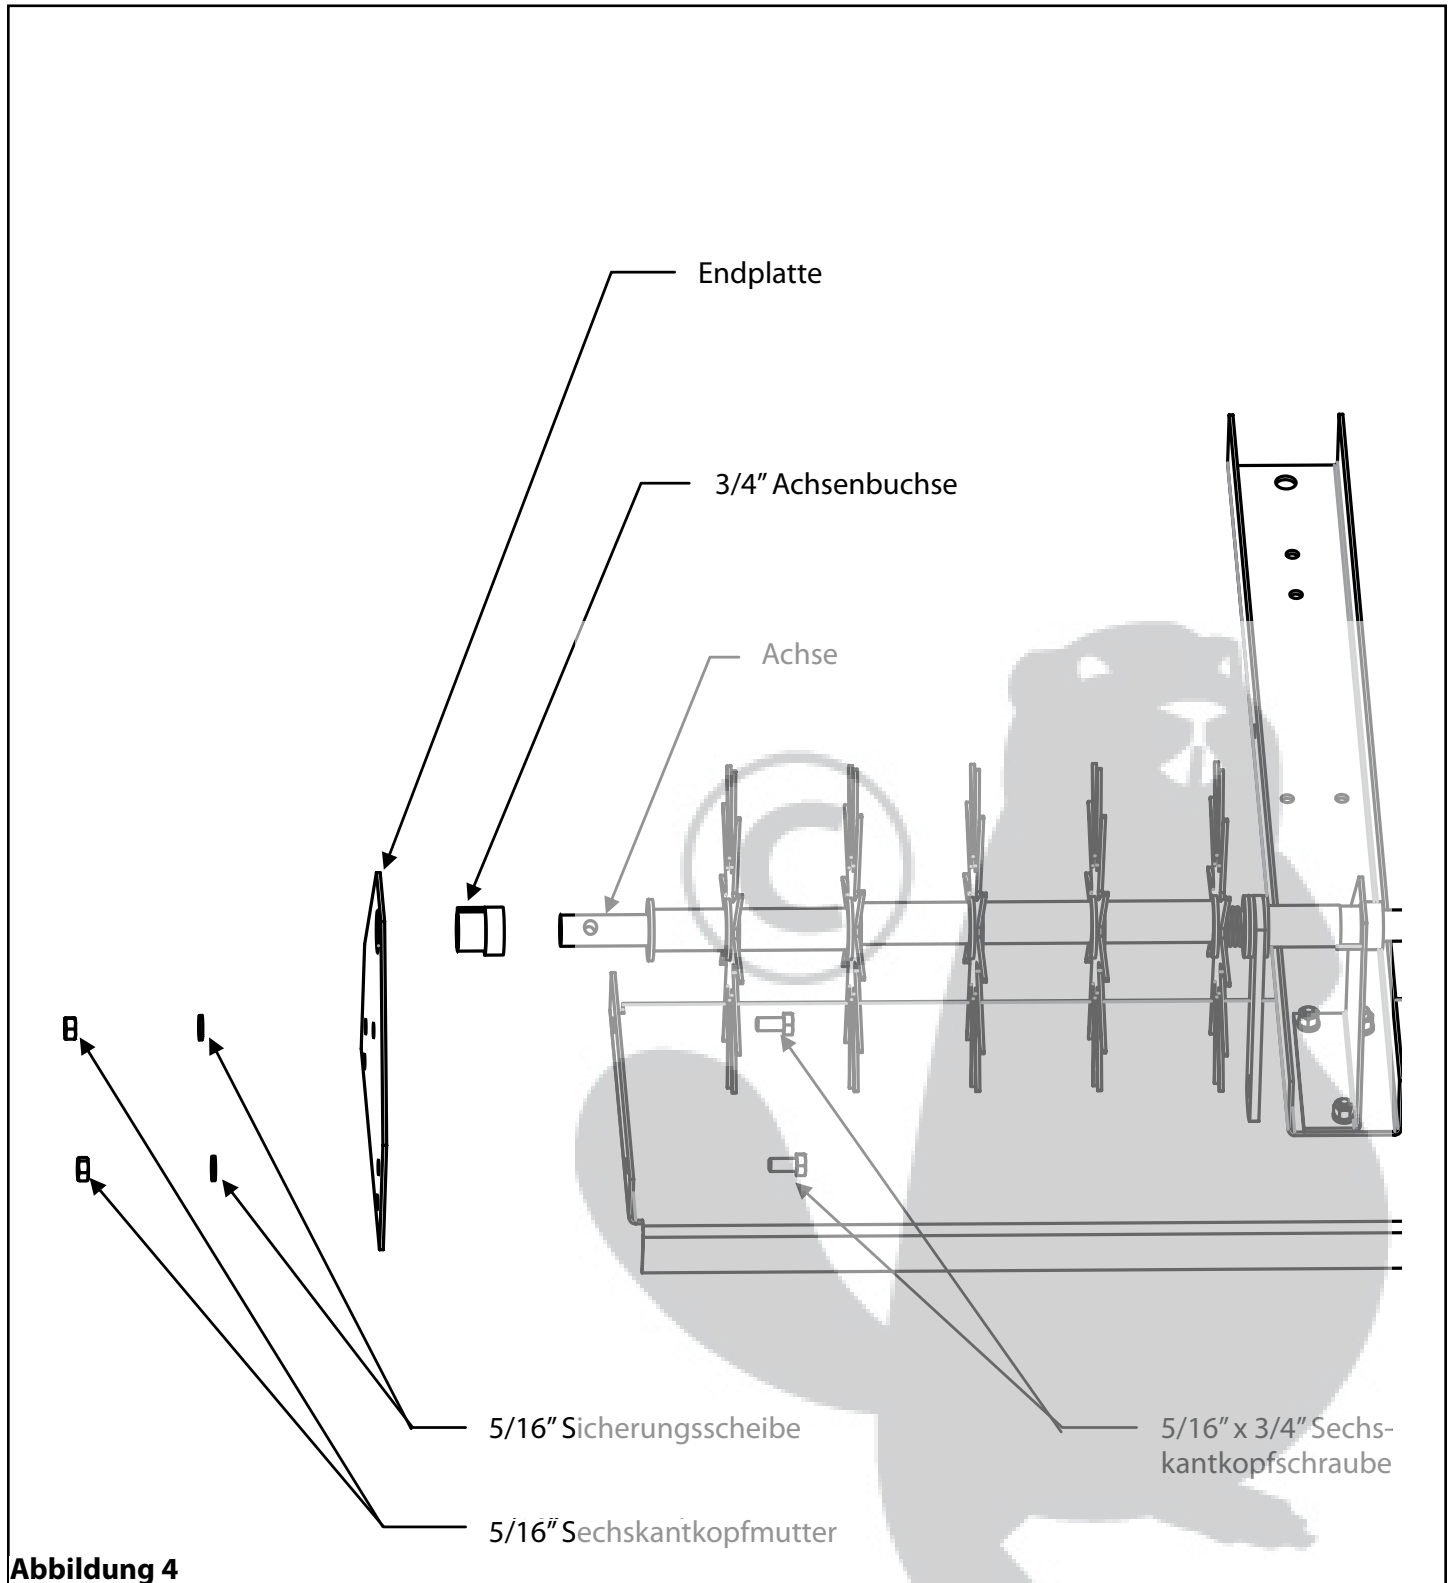

Abbildung 4
4. . Stecken Sie eine 3/4" Achsenbuchse in die Endplatte und legen Sie die Buchse und die Endplatte auf die Achse. Stecken Sie einen 5/16" x 3/4" Sechskantkopfschraube in eines der Endlöcher in der Basisplatte. Dann stecken Sie den Bolzen in die Löcher in der Endplatte, legen eine 5/16" Unterlegscheibe auf den Bolzen und bringen sie dieses Mal locker eine 5/16" Sechskantkopfmutter auf dem Bolzen ab. Wiederholen Sie diesen Vorgang auf der anderen Seite. Nun gehen Sie immer zwischen den beiden Bolzen, die die Muttern feststellen, abwechselnd nach vorn und nach hinten. Dies erhöht langsam die Spannung auf der Achsfeder, bis diese Seite fest sitzt und richtig ausgerichtet ist. Siehe Abbildung 4.